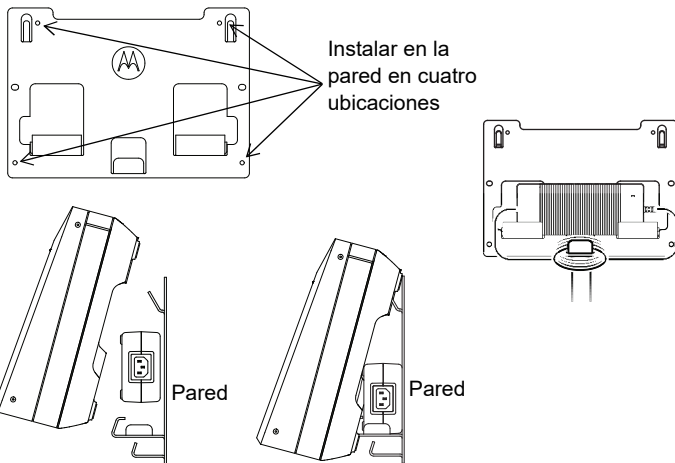

Figura 10: Montaje del cargador para varias unidades en el soporte de pared
4. Cuelgue el cargador para varias unidades en el soporte de montaje de pared como se muestra en la Figura 10.